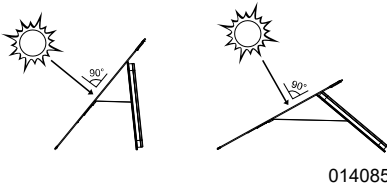

Figura 1-1. Incline la superficie solar
2. Consulte la **Figura 1-1**. Ajuste el soporte plegable para ubicar la superficie del panel solar en un ángulo de 90° hacia la luz solar para una radiación solar óptima.